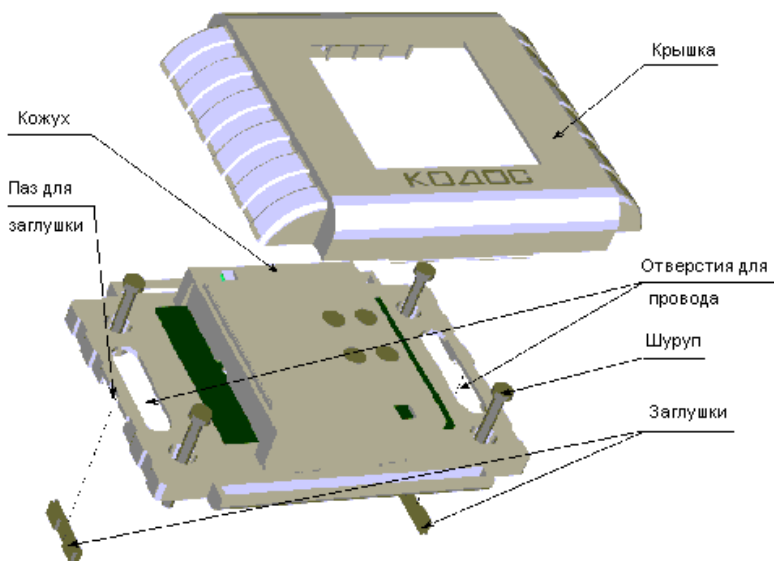
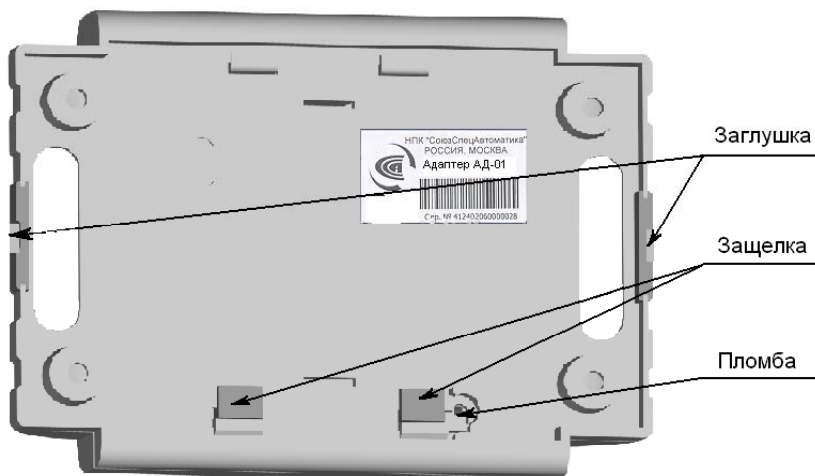

Рисунок 5 – Крепление адаптера (клеммы условно не показаны)
Рисунок 6 - Внешний вид АД-01 (обратная сторона)
ВНИМАНИЕ! Для предотвращения случайного открытия кожуха и последующего разрушения пломбы, не следует вынимать предохранительные защелки, расположенные с обратной стороны кожуха (см. рисунок 6). Разрушение пломбы ведет к снятию с гарантии.
4.4.1 Снять с адаптера крышку (см. рисунок 5).
- в случае если провода подходят сбоку адаптера (например, из короба или гофрированного шланга), снять заглушки (см. рисунок 5, рисунок 6);
- через отверстия для проводов (если провода идут из стены) или через пазы для заглушек и отверстия для проводов (в случае, если провода подходят сбоку) (см. рисунок 5), протянуть провода к кожуху адаптера;